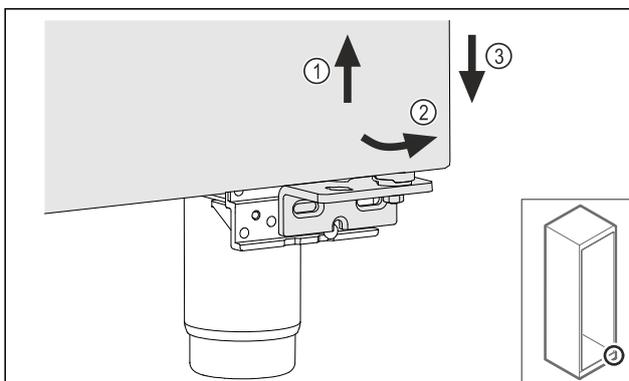

Fig. 23
- ▶ Vrata rahlo dvignite Fig. 23 (1) in jih spodaj nagnite Fig. 23 (2) ter spustite Fig. 23 (3).